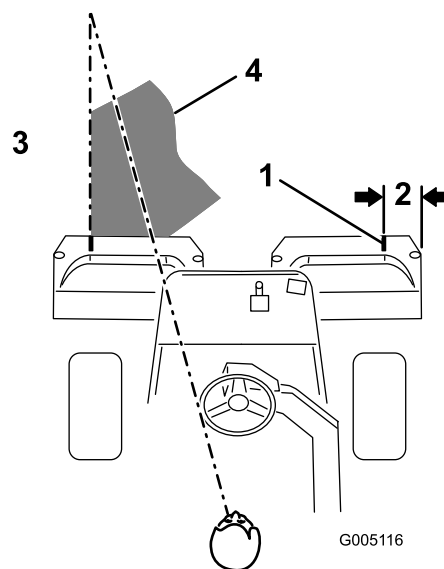

Figura 24
**Nota:** Para cortar em linha reta ao longo do relvado e de modo a conseguir manter uma distância equitativa entre a extremidade da zona de corte anterior, imagine uma linha de visão de aproximadamente 1,8 a 3 metros à frente da máquina até a extremidade da zona por cortar (Figura 24). Inclua a borda exterior da roda motriz na linha de visão; por exemplo, mantenha a borda da roda motriz alinhada com um ponto que se mantém sempre à mesma distância da dianteira da máquina.